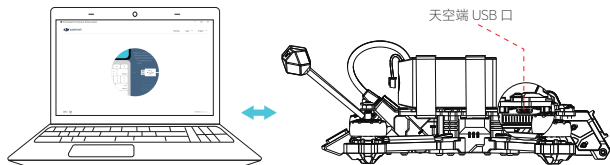

图 1-1
1.1 天空端及飞行眼镜激活：Nazgul Evoque F5 V3 飞行器连接电池，通过 USB-C 接口 [图 1-1] 连接对应设备至电脑并运行 DJI Assistant 2 (消费机系列) 调参软件 *³ 进行激活与固件升级，详情请参考 DJI O4 Air Unit 用户手册。